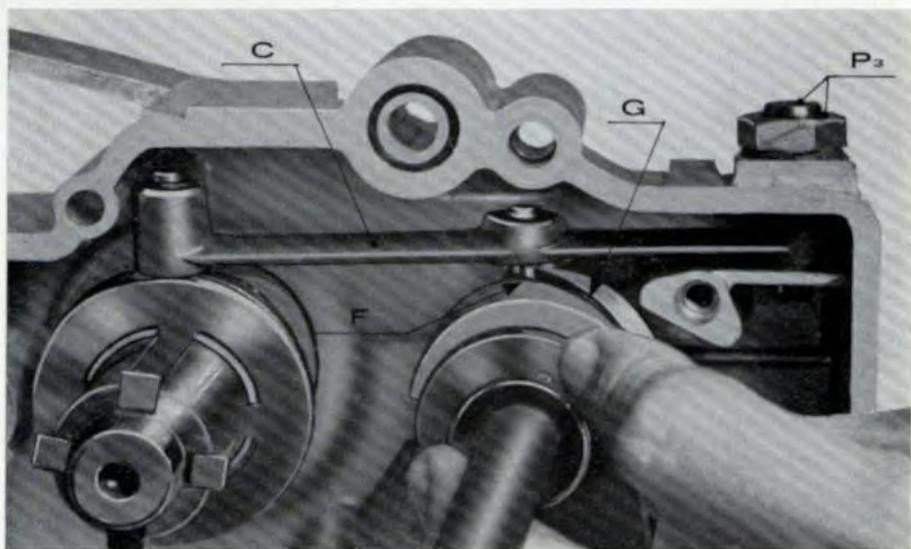

Fig. 16 - Montaggio preselettore
11. Fig. 16 - Infilare il gruppo preselettore nel semicarter destro avendo cura di centrare il grano F, posto sulla leva comando cambio C, nella guida del tamburo preselettore G, fissare con le 2 viti ad esagono il gruppo preselettore al semicarter.
13. A montaggio avvenuto stringere a fondo la vite P3 (Vedi fig. 16) e bloccarla con il relativo dado: più la vite è stretta, più frenato è il passaggio delle marce.